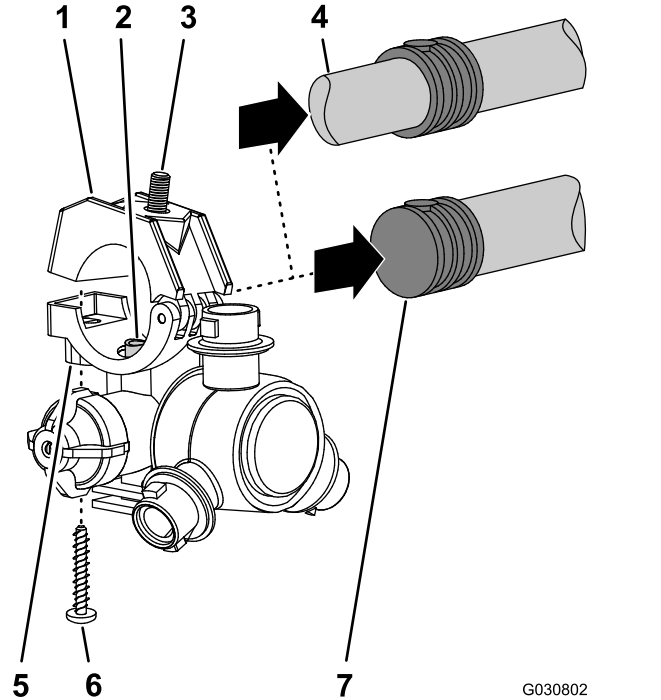

Figura 70
8. Trabalhando com os 12 bicos do pulverizador que retirou da rampa central e exterior, retire os parafusos de aço inoxidável (n.º 12 x 1-¼ pol.) que prendem as metades do grampo superior e as hastes do tubo estriado simples ou duplas (3/4 pol.) ao corpo de cada bico do pulverizador e retire as hastes do tubo estriado (Figura 70).